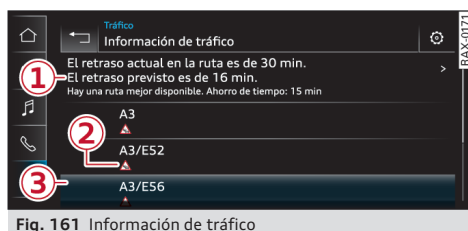

Fig. 161 Información de tráfico
El MMI le informa de que hay una notificación o una indicación en la información de tráfico ① ⇒ *pág. 271, fig. 161* relativa a una mejor ruta. Usted puede decidir qué ruta desea seguir utilizando.
- **Indicación en la información de tráfico:** pulse en el registro de la lista ① ⇒ *pág. 271, fig. 161*. Pulse en la ventana de información de la mejor ruta (p. ej. ② ⇒ *pág. 268, fig. 159*).
En las noticias de tráfico se muestran los lugares donde hay vehículos averiados, accidentes y zonas en las que hay peligro de derrapar ⇒ *pág. 271, fig. 161.*